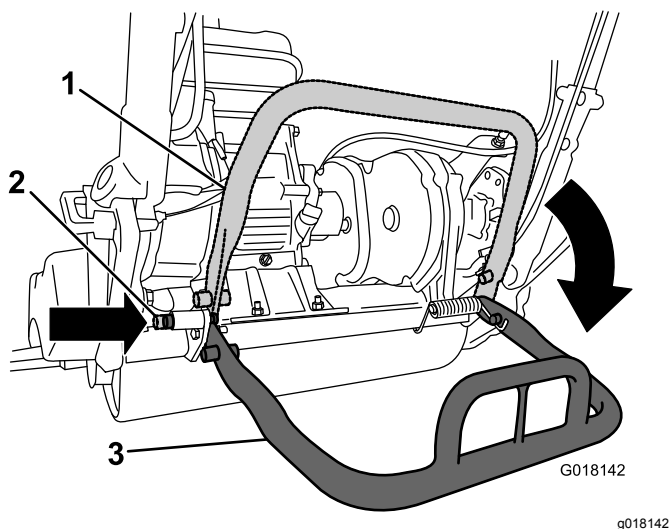

図 24
- リールを外している間にマシンが後ろに倒れないように、キックスタンドを下げて、ロッキングピンを差し込んでキックスタンドを整備位置にロックします図 24。